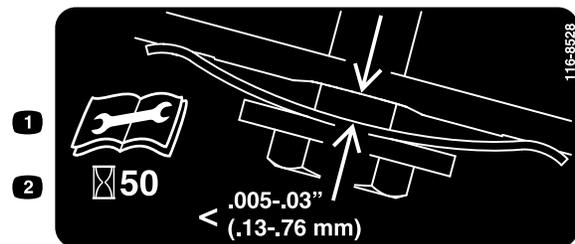

Figure 29
3. Placez une jauge d'épaisseur réglée entre 0,13 et 0,76 mm contre la paroi, et faites-la glisser vers le bas derrière le ressort de tension de la courroie ; voir Figure 29.